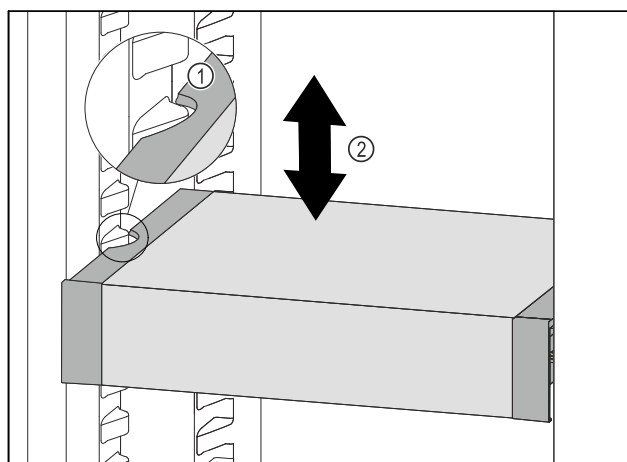

Fig. 127
- VarioSafe ťahajte dopredu, dokým sa bočné vybrania VarioSafe nebudú nachádzať vo výške rebra nádoby v chladničke. Fig. 127 (1)
- VarioSafe v chladničke presúvajte nahor alebo nadol, dokým sa dosiahne požadovaná výška. Fig. 127 (2)